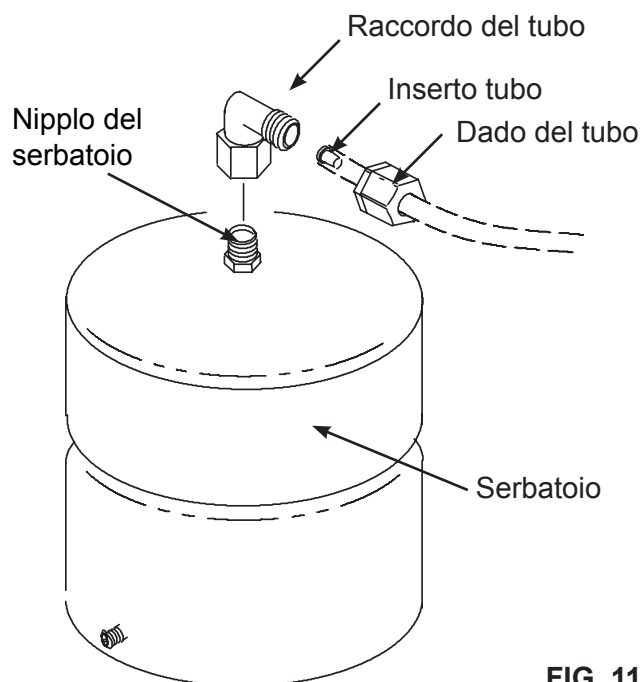

FIG. 11
Applicate una striscia di tenuta, ad esempio teflon, (2 strati in senso orario) sulla filettatura nella parte superiore del serbatoio. Cfr. Fig. 11.
1. Identificate il raccordo del tubo Cfr. Fig. 11. Avvitare il raccordo sul nipplo del serbatoio realizzando 7-8 giri, fate attenzione a non danneggiare il filo e a non stringere troppo.
5. Collegate il tubo giallo al serbatoio. Cfr. Fig. 11 e 21.